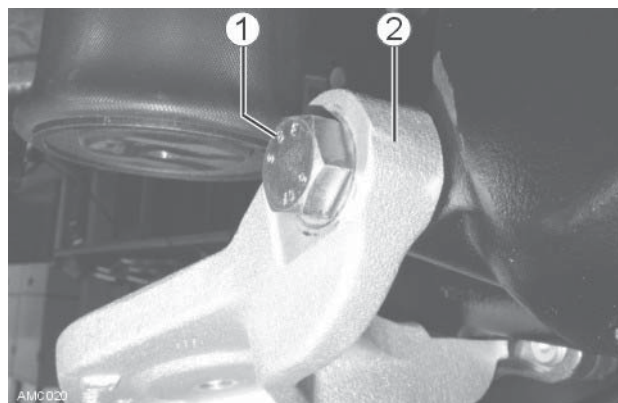

Bild 47
14. Eine Sechskantschraube M14x1,5x40 (Bild 47 - 1) herausschrauben und untere Konsole (Bild 47 - 2) abnehmen.